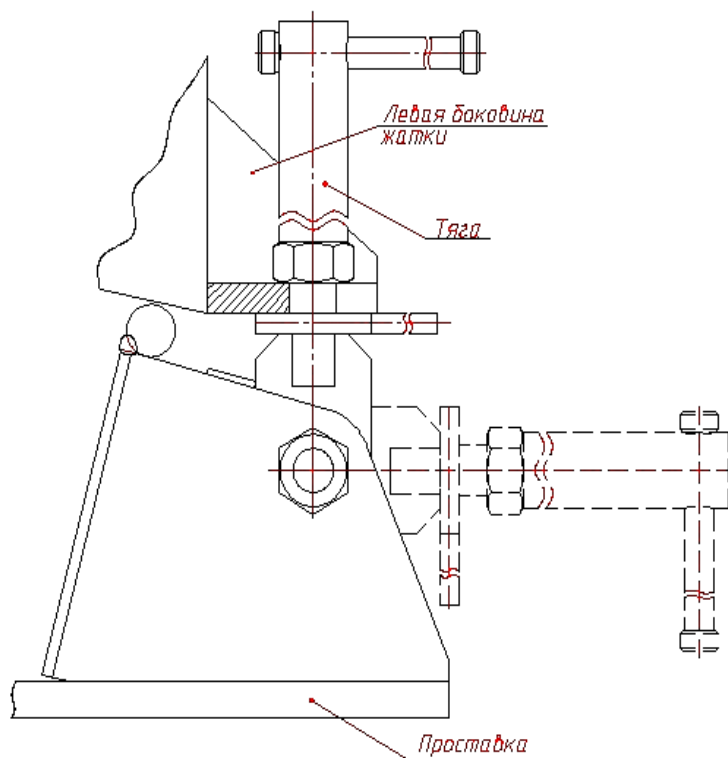

Рисунок 5. Фиксация жатки тягой.
5.2.2 При транспортных переездах жатки зафиксируйте левую боковину тягой в верхнем положении (рисунок 5).
– управляя с кабины трактора, выдвиньте шток гидроцилиндра подъема жатки, установив жатку на максимальную высоту, при этом клапан 3 (рисунок 3) должен быть открыт, страховочная тяга (рисунок 5) должна находиться в горизонтальном положении;
– зафиксируйте тягой левую боковину жатки (рисунок 5), накинув сверху квадратную шайбу и завернув гайку (рисунок 1);